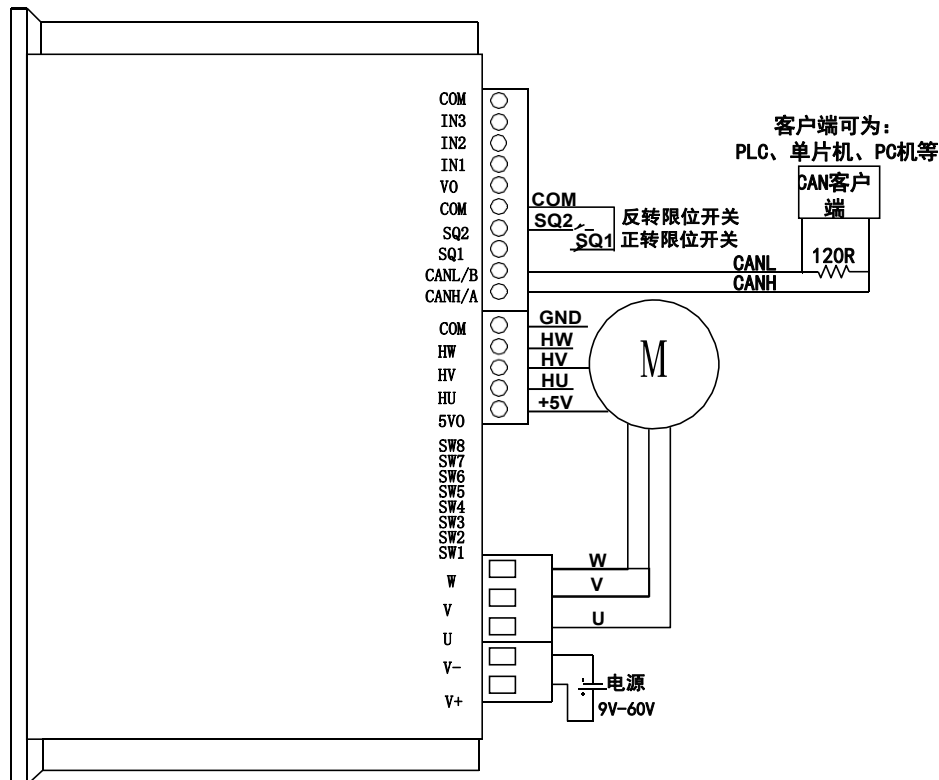

图 3.7 CAN 通讯电源及电机接线图
- 6) 若主站/客户端为CAN设备, CAN主站/客户端与驱动器的 485/CAN接口按照CANH-CANH、CANL-CANL的方式连接, 并且CAN总线上至少要并联一个 120Ω 的电阻才能正常通讯, 如图 3.7 所示, 接通电源(注意: 电源的电压应与电机的额定电压一致, 且能够提供的电流大于电机的额定电流)。